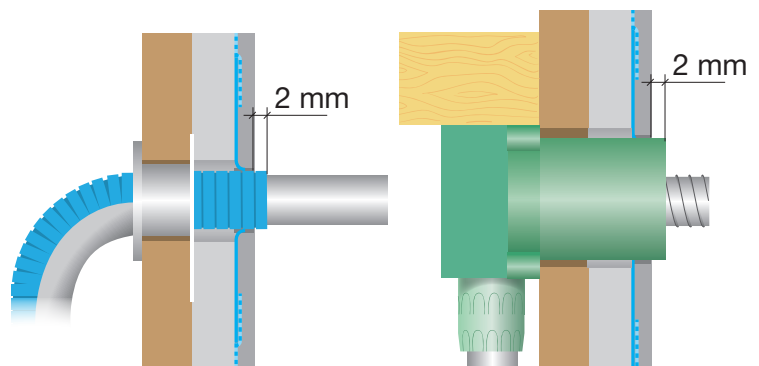

Fig. 3.3.2d. Tätning mot rör-i-rör-system och väggdosa.
- På rör-i-rör-system utförs tätning mot skyddsrör, väggdosa eller annan genomföringsdetalj. *Se fig. 3.3.2d.*